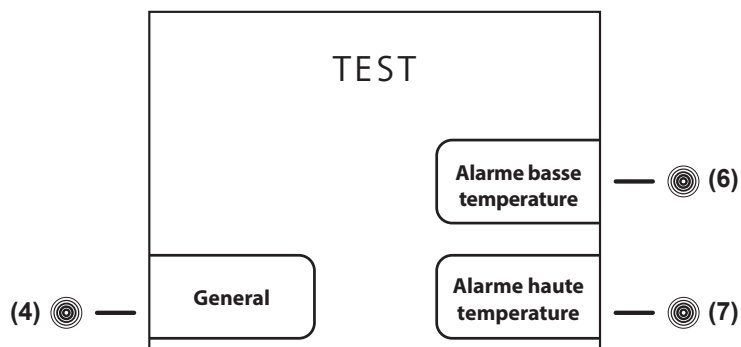

Fig.14
- a partir du menu principal appuyer la **touche (6)** pour afficher TEST (Fig.14)
- appuyer la **touche (4)** de l'affichage TEST (**Fig.14**) et activer le test GENERAL. Cette procédure permet de vérifier le fonctionnement correct de la batterie. Pendant toute la durée du test le buzzer sonne (6 secondes). Si le test réussit, l'affichage indiquera TEST OK, contrairement, il s'éteindra après quelque seconde et il se rallumera automatiquement. Lorsque le test a terminé, le contrôleur reviendra à l'affichage principal.
- appuyer la **touche (6)** de l'affichage TEST (**Fig.14**) et activer le test ALARME BASSE TEMPERATURE. L'affichage de la température chambre diminue. Lorsque le seuil d'alarme est atteint le buzzer sonne et l'affichage signale l'Alarme de basse température. Pour arrêter le test appuyer la touche **ESC (11)**. Le contrôleur reviendra à l'affichage principal.
- appuyer la **touche (7)** de l'affichage TEST (**Fig.14**) et activer le test ALARME HAUTE TEMPERATURE. L'affichage de la température chambre augmente. Lorsque le seuil d'alarme est atteint le buzzer sonne et l'affichage signale l'Alarme de haute température. Pour arrêter le test appuyer la touche **ESC (11)**. Le contrôleur reviendra à l'affichage principal.